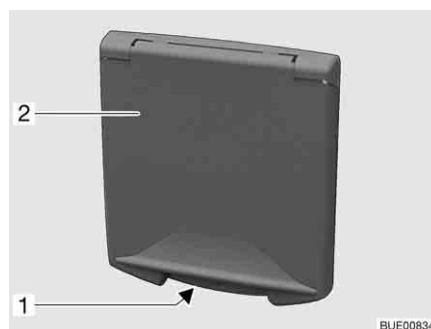

Bild 34 Druckschloss Serviceklappe
- Schlüssel in Schließzylinder des abschließbaren Druckschlusses (Bild 34, 1) stecken und eine viertel Umdrehung drehen. Das Druckschloss ist entriegelt.
- Schlüssel in Schließzylinder des abschließbaren Druckschlusses (Bild 34, 1) stecken und eine viertel Umdrehung drehen. Das Druckschloss ist verriegelt.